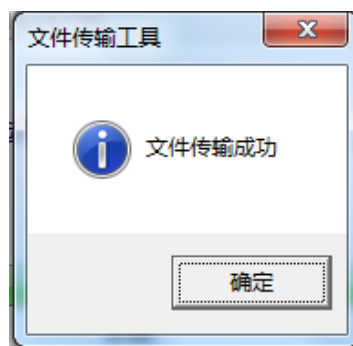

图 3-12: 文件传输成功提示框
9. 当传输操作完成时，会出现“文件传输成功”的提示信息，如图 3-12 所示，点击“确定”按钮可以返回主界面。